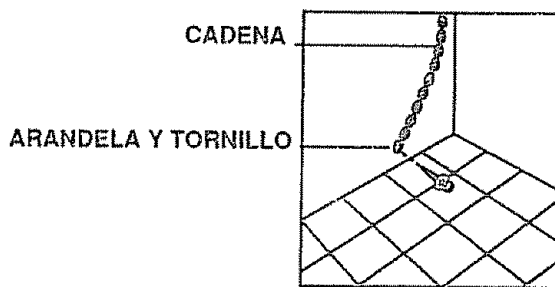
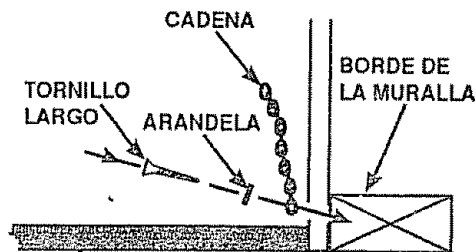

Fig. 2
Fig. 3
- 2) Enganche una punta de la cadena de estabilidad al suelo o a la pared con el tornillo largo y la arandela que se le proporcionan (Vea Fig. 2). Asegúrese que el tornillo penetre en la base de la pared o en uno de los maderos en la base de la pared (Vea Fig. 3). Si engancha la cadena a la pared o al suelo, asegúrese que no hayan alambres eléctricos o cañerías en esta área, y que el tornillo penetre en la madera u otra base de la pared por lo menos 3/4". Enganche la cadena de estabilidad en un lugar que permita que la cadena esté en línea de lado a lado con la abrazadera lo más posible cuando se enganche a la estufa. Tire de la cadena para estar seguro de que está bien enganchada.